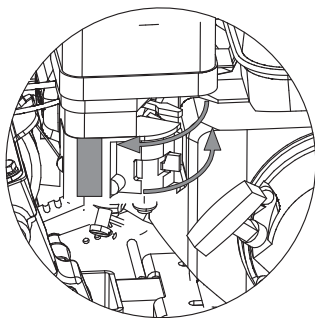

Рис. 12
1. Откройте топливный кран, переведите рычаг в положение «ОТКРЫТО». Рычаг воздушной заслонки карбюратора переведите в положение «ЗАКРЫТО» (рис. 12).